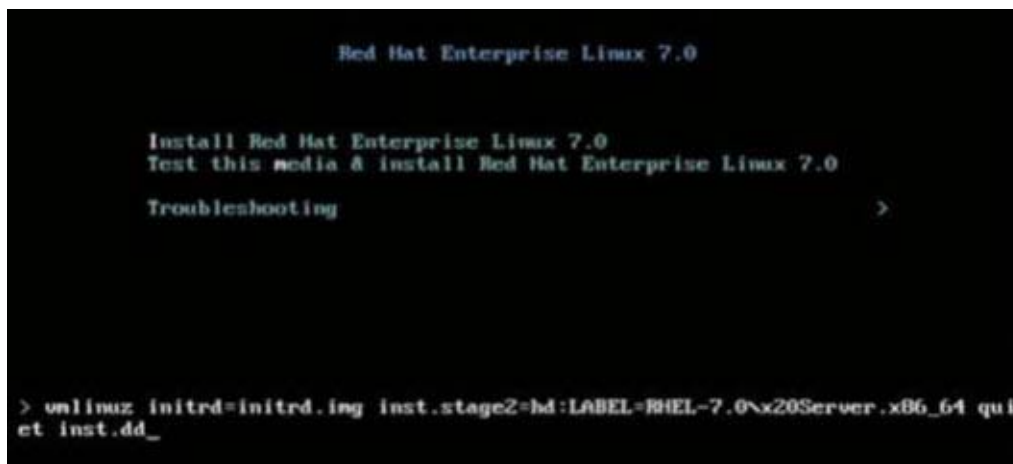

Figura 14-29. Adicionar a opção de instalação “dd”
3. Adicione a opção `dd` à linha de comando de inicialização, conforme mostrado na Figura 14-29.